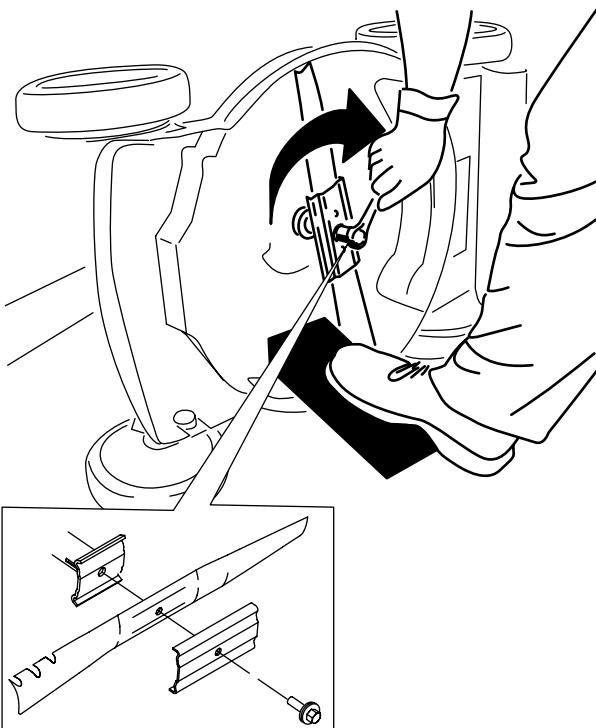

Figura 25
5. Montate la nuova lama usando la bulloneria di montaggio (Figura 25).